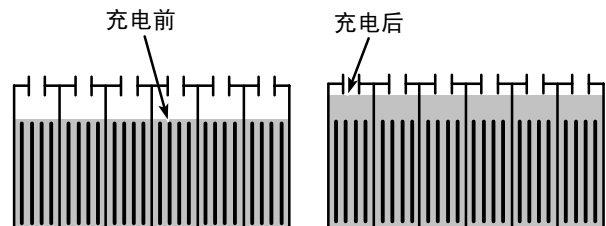

图 31
1. 经常检查电瓶液位以避免损坏。液位水平应如（图 31）所示。请添加蒸馏水。请勿过量添加。否则充电时电瓶可能膨胀和溢流。